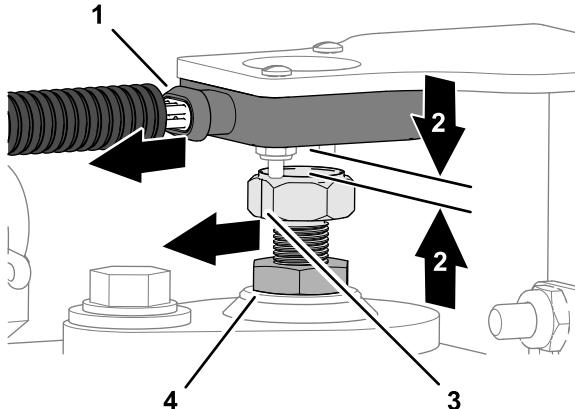

Figura 11
1. Ajuste la posición del objetivo magnético hasta que haya una distancia de 4 mm entre el objetivo y la cara del sensor (Figura 11).
2. Gire el objetivo magnético hasta que la línea indicadora marcada en la parte plana del objetivo magnético quede alineada con el orificio de cableado del sensor (Figura 11).
3. Apriete la tuerca de bloqueo (Figura 11).
4. Mida la distancia entre el objetivo y la cara del sensor (Figura 11). La distancia debe ser de 2 a 4 mm.